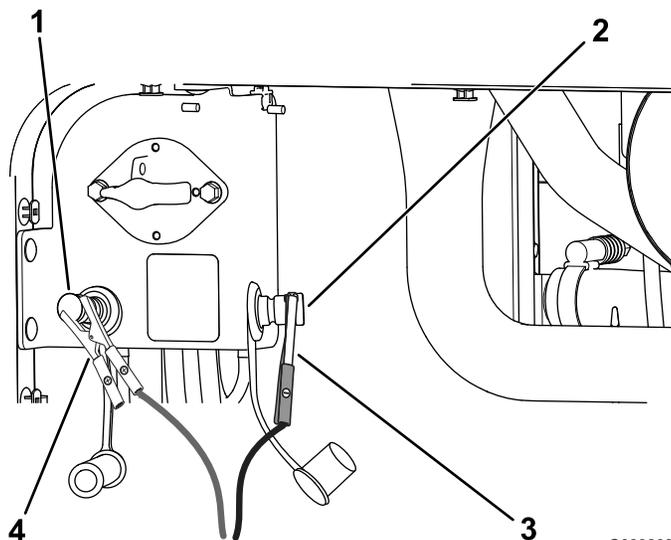

図 106
4. プラスのジャンプ端子にプラスケーブルを接続する 図 106。
5. マイナスのジャンプ端子にマイナス-ケーブルを接続する 図 106。
7. エンジンが始動したら、もう一人が、まずマイナス(-)の救援ケーブルを外し、次にプラス(+)の救援ケーブルを外す(図 106)。